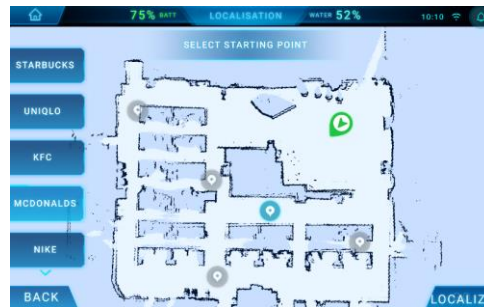

Fig. 1
1. Avec un REX SCRUB correctement localisé, les lignes de balayage LIDAR (indiquées par des points et des segments sur la carte) correspondraient étroitement aux caractéristiques de la carte (affichées par des lignes noires) (comme on le voit sur la Fig. 1). Si le scan du REX SCRUB affiché sur l'application ne correspond pas de manière satisfaisante aux caractéristiques de la carte, le robot peut être légèrement repositionné pour répéter le réglage de la localisation.